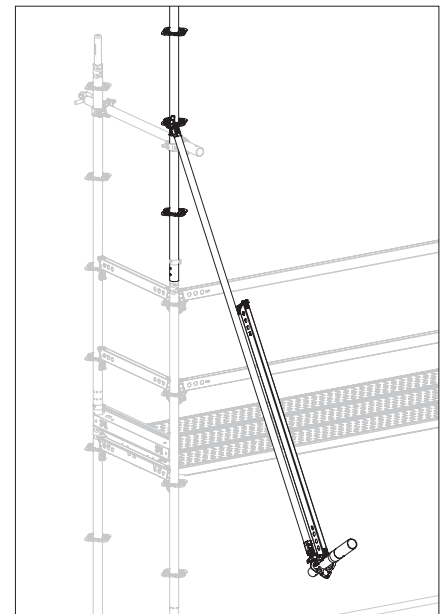

Fig. A4.04b
2. Montare la diagonale tra nodi sulla rosetta fissa del montante verticale, assicurandosi che il perno sia inserito. (Fig. A4.04b)